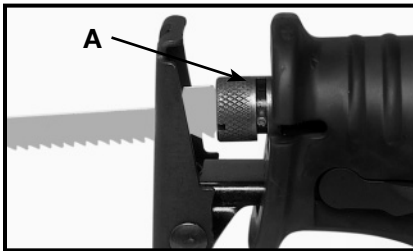

Fig. 4
1. Hay que tener el árbol alternativo (eje de vaivén) totalmente extendido para permitir entrada al collar de seguridad de la segueta (A) Fig. 4, de *Quick-Change™*. Si es necesario, apriete ligeramente el gatillo para mover el árbol alternativo hasta su posición extendida (como está ilustrado en la Fig. 4).
4. Meta la segueta en el seguro hasta el fondo. Deje que el collar de seguridad gire en el sentido de las manecillas del reloj para asegurar la segueta, (A) Fig. 4.